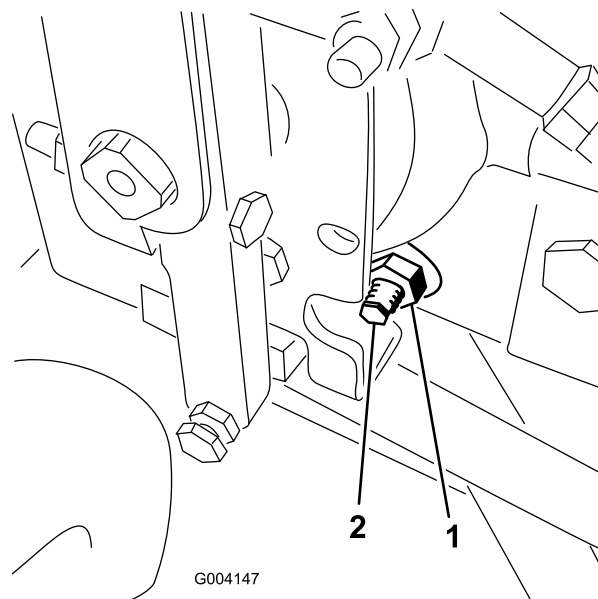

Figure 69
4. Sous le côté droit de l'hydrostat, desserrez le contre-écrou sur la came de réglage de transmission (Figure 69).